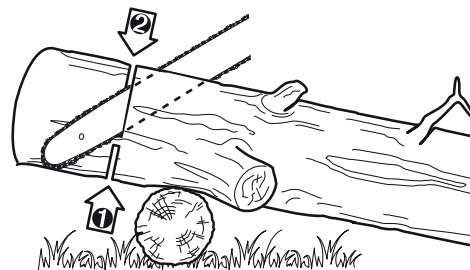

Fig. 39
- > Quando o tronco é suportado em apenas uma das suas extremidades (Fig. 39), o corte deve ser feito por baixo e ter 1/3 do diâmetro do tronco. Em seguida, deve ser feito o corte final, que deverá ir ao encontro do primeiro corte.